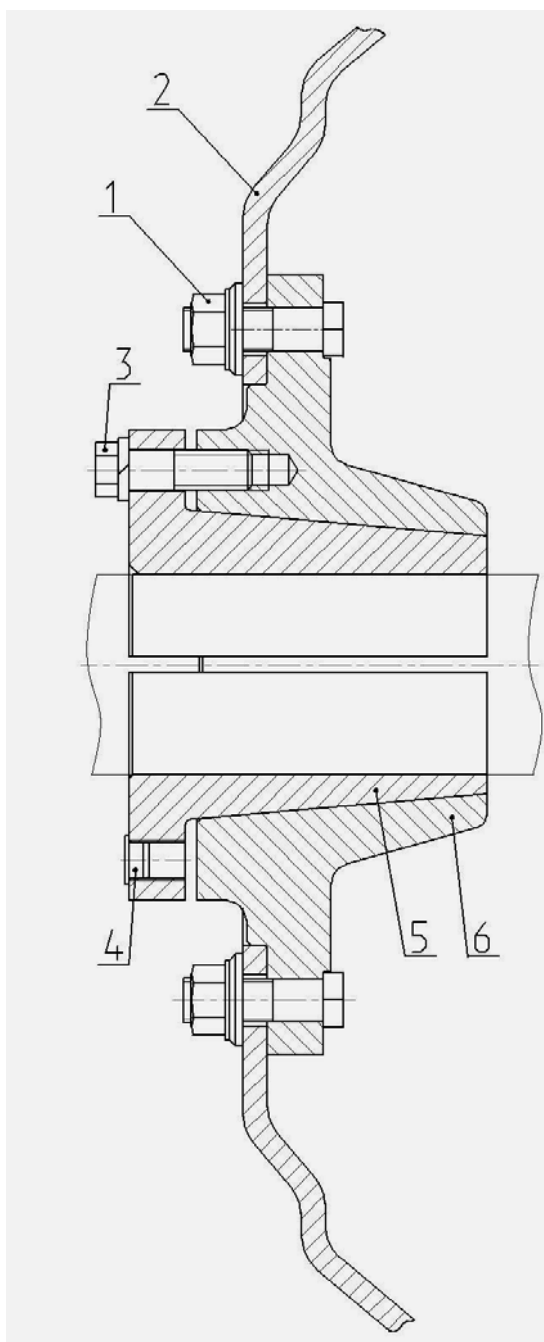

Рис.10.1 Демонтаж заднего колеса и ступицы.
1) демонтируйте заднее колесо, (рисунок 10.1), для чего: